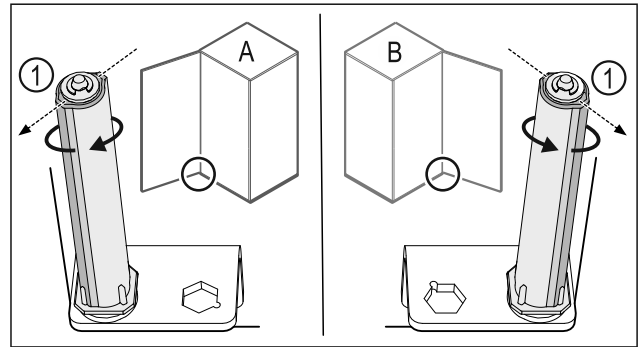

Fig. 35 Battuta a sinistra (A) / battuta a destra (B)
- ▶ Ruotare il sistema di chiusura contro la resistenza fino a quando la sporgenza del sistema di chiusura Fig. 35 (1) non è rivolta verso l'esterno.